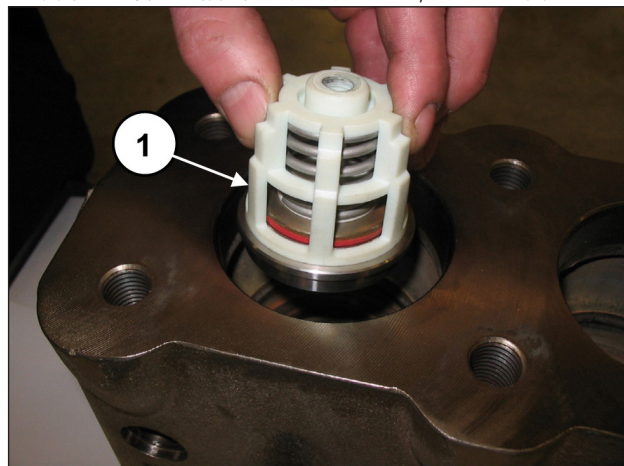
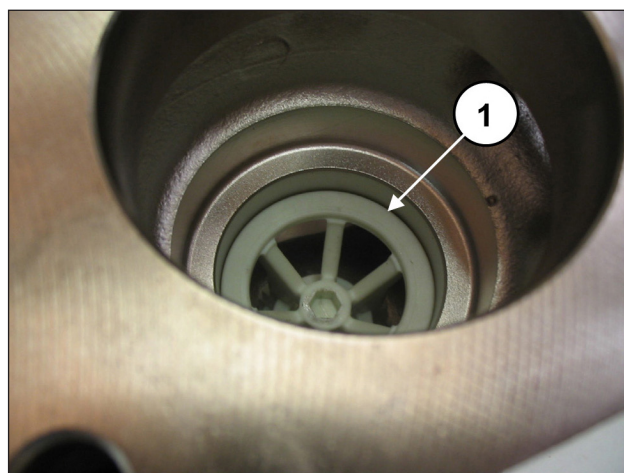

图 115
图 116
插入吸入阀组(位置①，图 115) 接着拆除定距块 (位置①，图 116)。
整个阀组必须完全插入到底，并应如 ①, 图 116 所示。